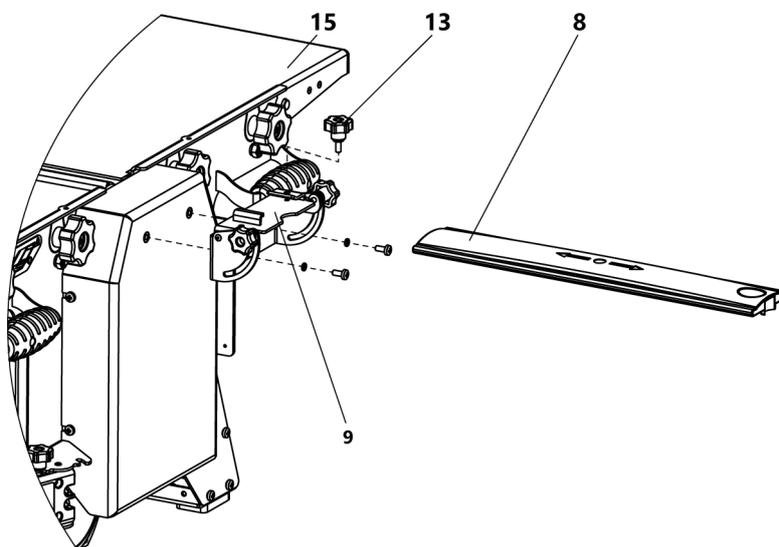

Рис. 3 Установка ограждения ножевого вала с кронштейном
- закрепить кронштейн 9 с помощью винтов и шайб, входящих в комплект крепежных изделий (рис. 3);